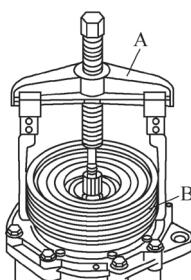

图 5-43 拉出多楔带轮
- 将通用顶拔器 A 装到台肩 B 上，拉出多楔带轮（图 5-43）。